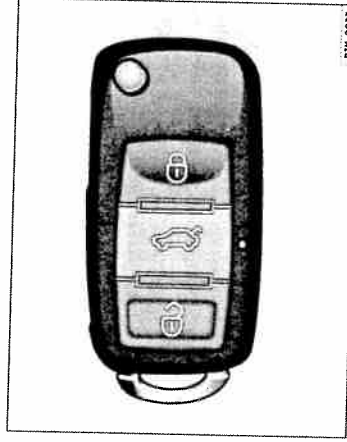

Fig. 30 Telecomanda cu tastă de descuiere pentru hayon.
- Mențineți tasta ⇒ fig. 30 din telecomandă apăsată cca. două secunde. Hayonul se va descuia. Într-un interval de două minute deschideți hayonul, altfel acesta se va încuia automat din nou.